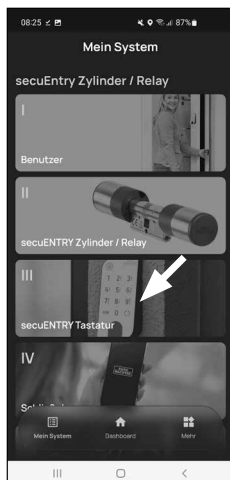

Fig. 1
① Appuyez sur le second élément du menu « III - Clavier secuENTRY » (Fig. 1). L'application montre une liste des claviers déjà enregistrés.